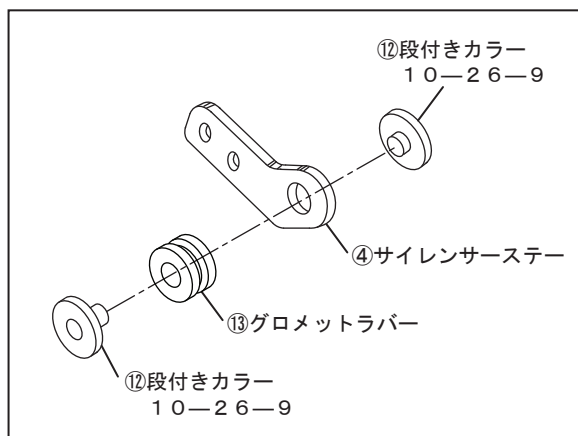

FIG. 8
6. ⑫段付きカラー 10-26-9、⑬グロメットラバーを④サイレンサーステーに取り付けて下さい。次に、④サイレンサーステーを②サイレンサーに⑤ボタンボルトM6×20、⑦SUSワッシャM6×13、⑩フランジナットM6を使用して仮締めして下さい。(FIG. 8, 9 参照)